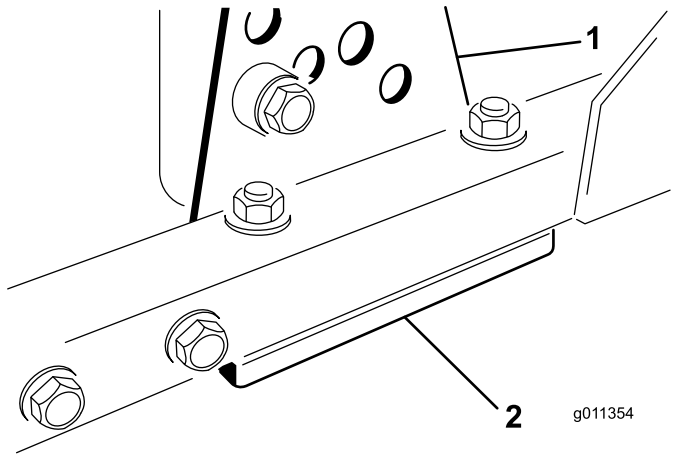

図 96
1. 刈り高ブラケット前、左、右のうち1つをカットングユニットのフレームから外す図 96。
2. カットングユニットのフレームとブラケットとの間に厚さ 1.5 mm または 0.7 mm のシム、場合によってはこれらの両方を挿入して、希望する刈り高を達成する 図 96。